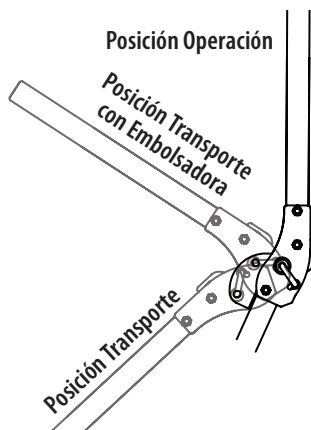

Fig. 23
Consulte la Fig. 23 y las siguientes descripciones y usos de las tres (3) posiciones de la ROPS.
2. Mueva la ROPS a la posición deseada. Las tres posiciones son TRANSPORTE, TRANSPORTE CON EMBOLSADORA y OPERACIÓN (Fig. 23).
Z. INDICADOR(ES) DE COMBUSTIBLE